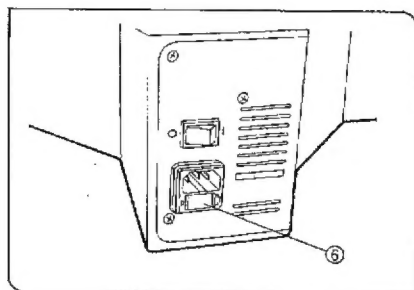

図 3
・ヒューズホルダ⑦左右の端を内側へ押すと、ヒューズホルダが取外せます。(図3)